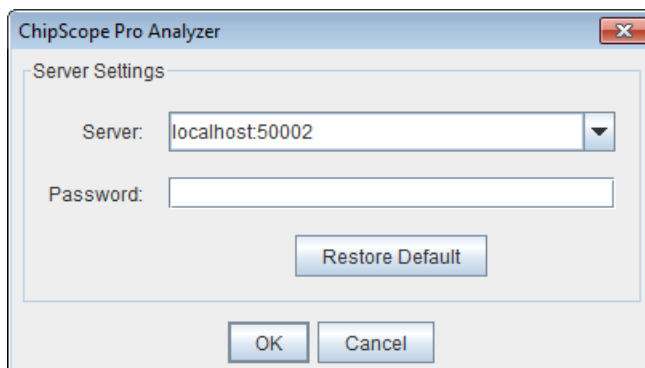

図 5-5 : ChipScope Pro Analyzer ツールでサーバー ホスト設定を変更
- ChipScope Pro Analyzer ツールで [JTAG Chain] → [Server Host Setting] をクリックします。サーバーを localhost:50002 に変更します (図 5-5)。